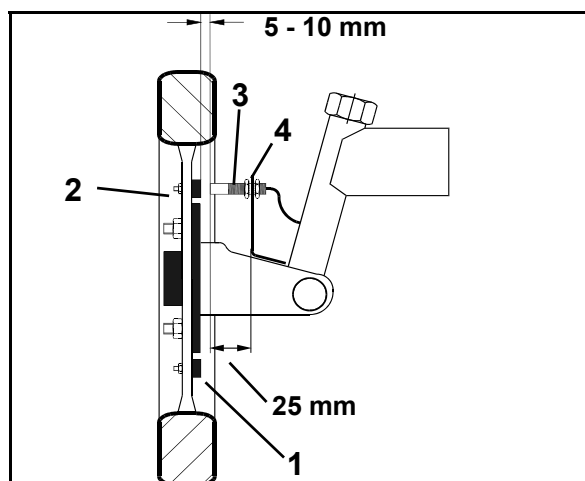

Bild 175
1. Fördela magneterna (Bild 175/1) med lika avstånd i en cirkel på framhjulets hjultallrik.
2. Montera magneterna (Bild 175/1) med de medföljande skruvarna (Bild 175/2) av icke magnetiskt material (mässing eller V4A-skruvar).